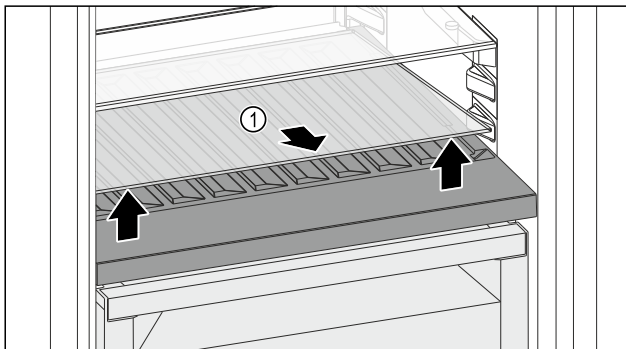

Fig. 116
- ▶ 抬起前部槽上的玻璃隔板 Fig. 116 (1) 并取出。
- ▶ 将玻璃隔板 Fig. 116 (1) 稳妥地放在冰箱外。